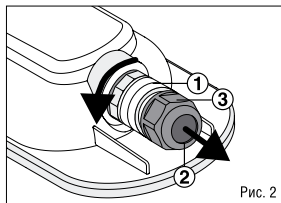
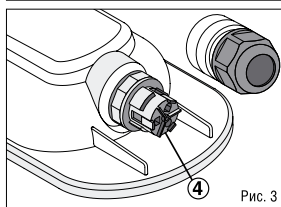

Рис. 2
Рис. 3
- Для подключения светильника к сети необходимо открутить колпачок коннектора (1) (Рис. 2), ввести сетевые провода в уплотняемое отверстие (2) в гайке (3) и подключить к клеммной колодке (4) в коннекторе в соответствии с указанной маркировкой: 1 – клемма L1, 2 – клемма N, 3 – клемма L2 (Рис. 3). Клемма L2 предназначена для реализации вкл/выкл внешнего выключателя светильника. Проверить надежность электрических соединений. После